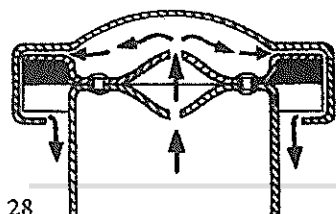

Fig. 28
- e. *De rubberring onder de maatbeker is gezwollen, zodat zij tegen de rand van de tankdop aansluit. Hierdoor kunnen de twee ontluuchtingssleuven in de tankdop afgesloten worden, waardoor de tank niet kan ontluuchten, zie fig. 28*
- f. *De rubberring onder de maatbeker is gezwollen, zodat zij tegen de rand van de tankdop aansluit. Hierdoor kunnen de twee ontluchttingsleuven in de tankdop afgesloten worden, waardoor de tank niet kan ontluchten, zie fig. 28*